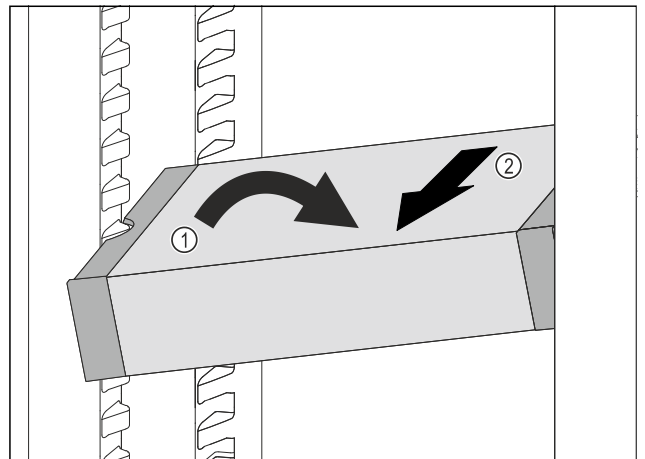

Fig. 120
- ▶ VarioSafe im Kühlteil schräg stellen. Fig. 120 (1)
- ▶ VarioSafe nach vorne entnehmen. Fig. 120 (2)